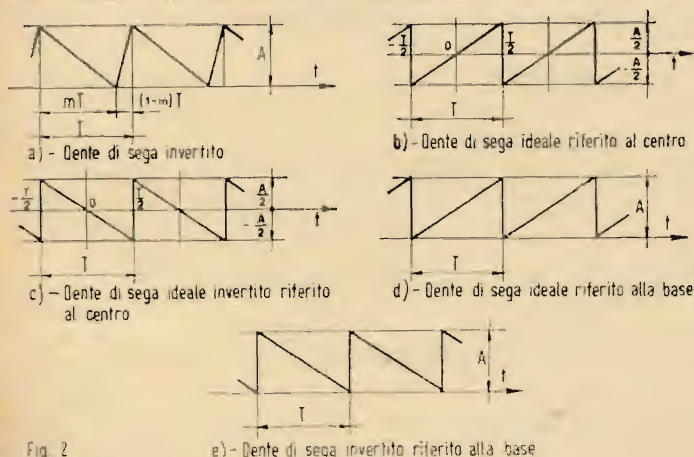
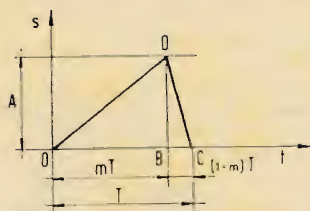
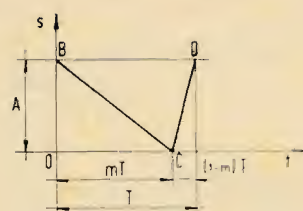
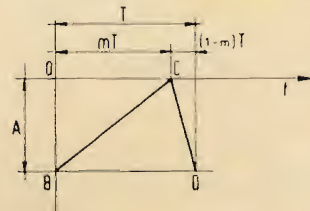

Fig. 2
Fig. 4
Fig. 5
Fig. 6
1. — Iniziamo ora coll'eseguire l'analisi armonica del tipo di dente di sega fondamentale di fig. 4, per il quale il tempo di ritorno  $(1-m)T$  non possa essere trascurato; il tratto ascendente abbia la durata  $mT$ , il valore massimo sia  $A$  e il dente sia riferito ad un sistema di assi tali che il punto 0 coincida coll'origine, l'asse delle ascisse (tempo) colla base del dente e l'asse verticale delle ampiezze  $s$  sia orientato verso l'alto.
Si noti che mentre nella pratica oscillografica la costante  $m$  assume valori generalmente superiori a 0,5, la trattazione analitica seguente ammette per  $m$  qualsiasi valore compreso tra 0 e 1, escludendo però questi estremi, in quanto per  $m=0$  si avrebbe il dente di sega di fig. 2 e), per  $m=1$  si avrebbe il dente di sega di fig. 2 d), che sono entrambi funzioni diverse da quella rappresentata in fig. 4. Per questa ragione le equazioni dei denti di fig. 2 d) e 2 e) non sono immediatamente deducibili dall'equazione del dente di fig. 4 ponendo nell'espressione finale della  $f(t)$  rispettivamente  $m=1$  e  $m=0$ . Per ricavare le equazioni dei denti 2 d) e 2 e) conviene analizzare separatamente i due casi, ciò che sarà fatto più avanti in 5 e 6.
Consideriamo dunque la fig. 4. Occorre anzitutto determinare l'espressione analitica della  $f(t)$  nel tratto  $OD$ , dove  $0 \leq t \leq mT$ , e nel tratto  $DC$ , dove  $mT \leq t \leq T$ , essendo  $T$  il periodo della  $f(t)$ .
Sostituendo le espressioni testè determinate di  $A_n$ ,  $B_n$  nella [9] si ottiene in definitiva per la  $f(t)$  di fig. 4:
2. — Consideriamo ora il dente di sega invertito di fig. 5 corrispondente a quello di fig. 2 a). La  $f(t)$  è anche in questo caso composta di due segmenti rettilinei, a ciascuno dei quali compete un'espressione analitica propria. L'equazione della  $f(t)$  per il segmento BC, dove valgono le disuguaglianze  $0 < t < mT$ , è facilmente ricavabile ricordando l'espressione segmentaria della retta:
Per il segmento CD, dove sono valide le disuguaglianze  $mT < t < T$ , dall'esame della fig. 5 si ricava:
Sostituendo le espressioni ora ottenute per  $A_{n_1}$ ,  $A_{n_1}$ ,  $B_{n_1}$  nella [9] si ottiene in definitiva per la  $f(t)$  di fig. 5:
Confrontando la [22] colla [16] si constata che le due equazioni della  $f(t)$  dei denti di fig. 4 e 5 sono identiche, salvo che nel caso di fig. 4 al termine costante  $A/2$  deve essere aggiunta la sommatoria del secondo termine, mentre nel caso di fig. 5 al medesimo termine costante deve essere sottratta la stessa sommatoria.
3. — La fig. 6 contempla il caso di un dente di sega normale, ma situato tutto al di sotto dell'asse del tempo  $t$ . Ricercando le equazioni della  $f(t)$  per i due segmenti  $BC$  e  $CD$ , si trova:
Dunque il caso della fig. 6 viene ricondotto al caso della fig. 5 e si può senz'altro affermare che la  $f(t)$  sarà rappresentata, anche per la fig. 6, da un'equazione del tipo [22].